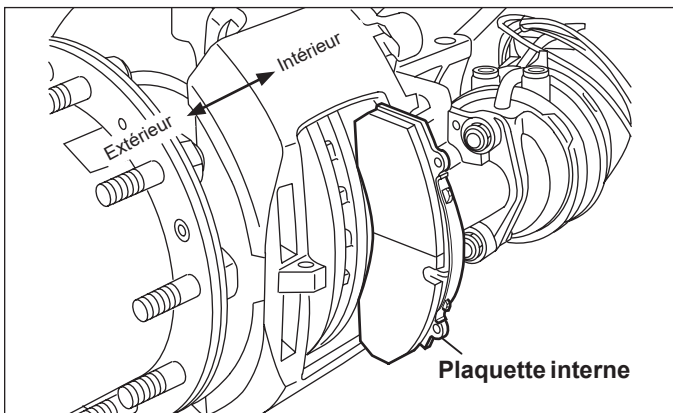

Figure 38 – Dépose des plaquettes
5.2.9 Cf. Figure 38. Pousser l'étrier entièrement vers l'intérieur, puis déposer la plaquette interne; tirer l'étrier entièrement vers l'extérieur, puis déposer la plaquette externe.